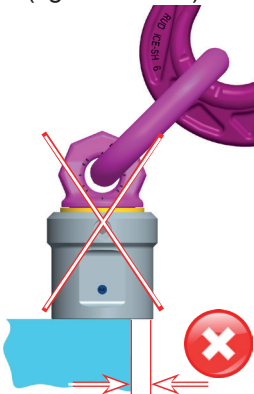

Abb. 6: VWB muss vollflächig aufliegen (Auflage $\geq D$)
- Eine plane Auflageflächen des Anschlagpunktes mit Mindestdurchmesser D nach Tabelle 2 muss gewährleistet sein (Abb. 6).